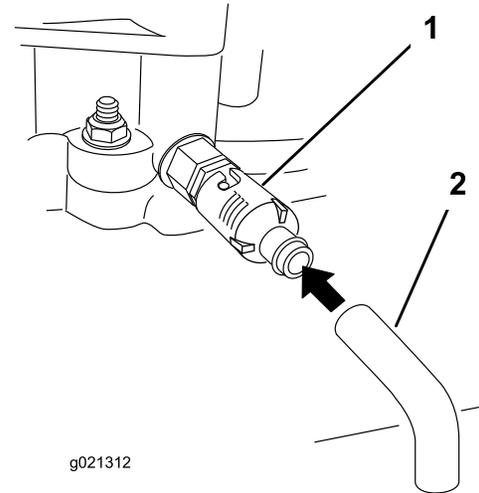

Figura 23
5. Coloque un recipiente debajo del tubo de vaciado. Gire la válvula de vaciado para que se drene el aceite (Figura 23).
7. Retire el tubo de vaciado (Figura 23).